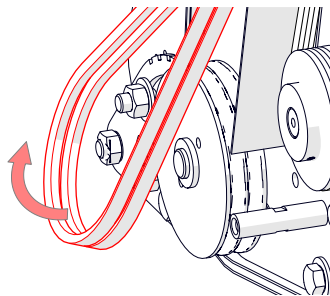

Fig.16D - Retirez et remplacez la courroie.
- ii. Maintenez la poulie de tendeur à l'écart. Retirez les courroies et remplacez-les (fig. 16D & 16E).